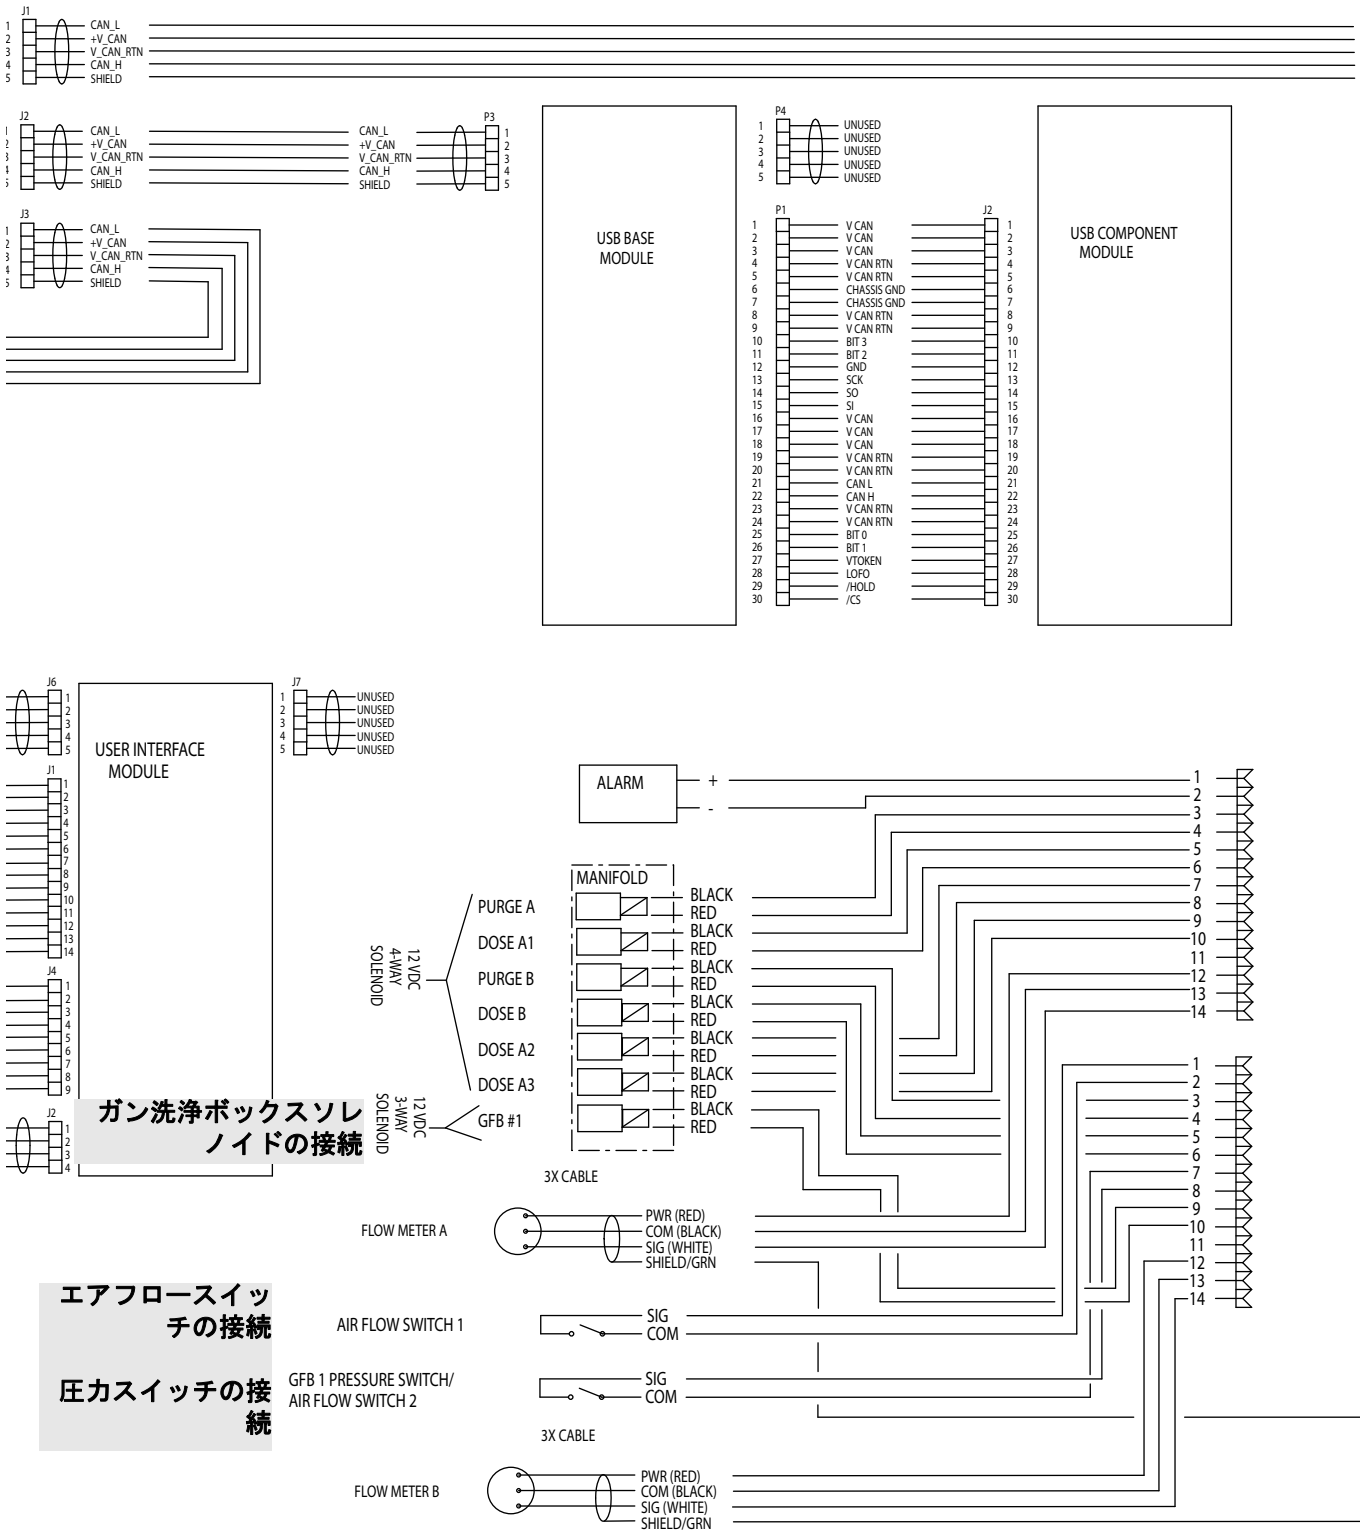

図 9: システム電気回路図 (ProMix 2KE)
- 図 6 (ProMix 2KS の場合) または 図 7 (ProMix 2KE の場合) に従って、GFB#1 ソレノイドバルブを取り付けてください。電気回路図 (図 8 または 図 9) も参照してください。
- ソレノイドマニホールドからプラグを取り外し、チューブ取り付け金具コネクタ (110) を取り付けます。